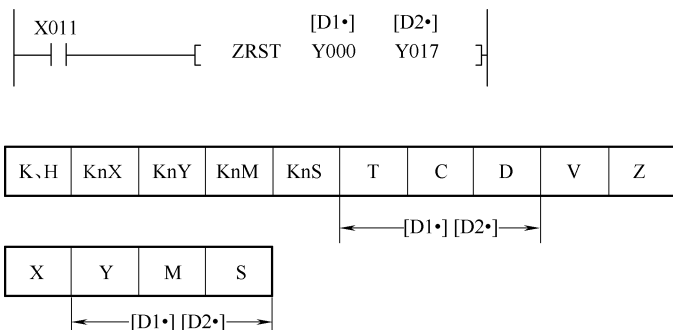

图 5-27 ZRST 指令的应用格式和使用范围
ZRST 是区间复位指令，16 位操作有 ZRST、ZRST (P)。其功能是指定同类目标元件范围内的元件复位，指定元件必须属于同一类，且  $D1 < D2$ 。当指定目标元件为通用计数器时，不能含有高速计数器。ZRST 指令的应用格式和使用范围如图 5-27 所示。